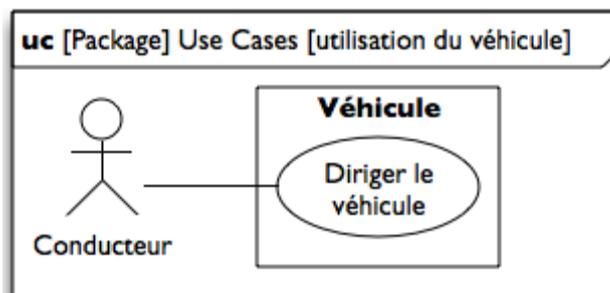

Figure 5 : Un diagramme des cas d'utilisation d'une automobile.
Un diagramme des cas d'utilisation comporte toujours quatre types d'éléments (figure 5) :
- Définit une allocation, c'est-à-dire une relation entre deux éléments définis sur des diagrammes différents : la flèche pointillée munie du mot-clé « refine » signifie que le cas d'utilisation *Conduire*, défini dans la figure 5 et réutilisé ici, raffine l'exigence *Temps d'accélération*, c'est-à-dire que cette exigence caractérise ce cas d'utilisation.